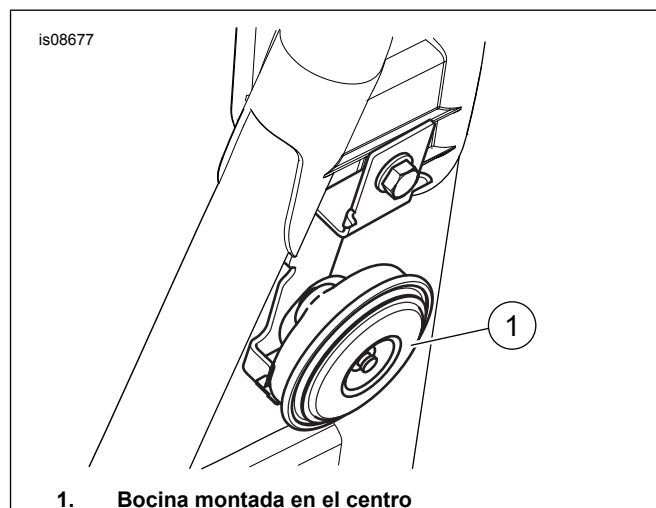

Figura 1. Bocina montada en el centro
1. Vea Figura 1. **Modelos con una bocina montada en el centro:** Coloque el kit de adaptador de la pieza de soporte de la bocina según las instrucciones del kit.